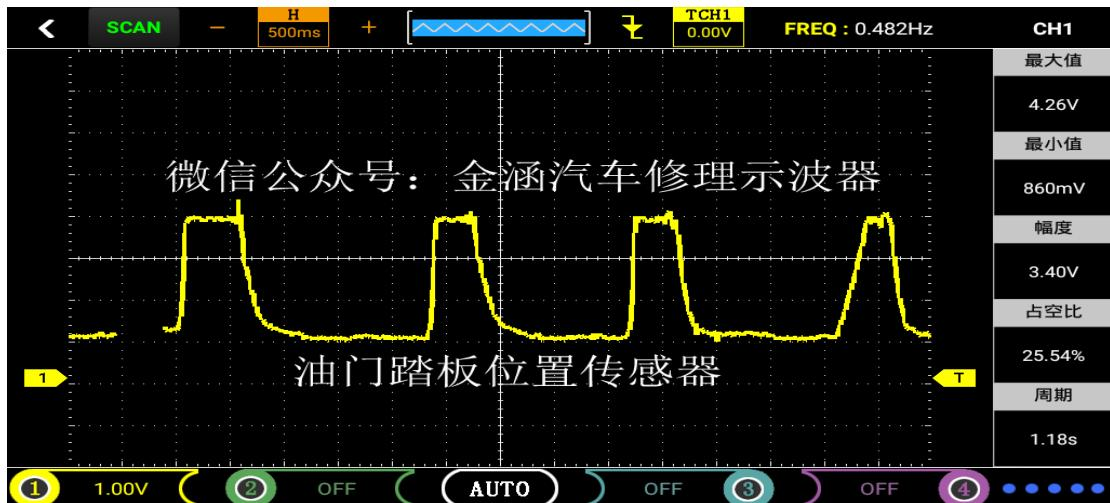

图18
- ①同曲轴位置传感器。
- ②进入主菜单界面后选择“传感器”，然后进入子菜单点击选中“爆震传感器”，进入示波器界面。（注：如示波器界面卡住，等待几秒即可进入）
- ③将探头接到示波器CH1且探头调置1X档，然后接地夹接到信号地或搭铁。
- ④由于示波器“爆震传感器”功能已默认好设置（探头档1X，时基档500us）只需将探头接到对应的信号然后用小木棍敲击缸体即可直观的显示波形。
- ⑤点击“CH1”，可以查看各项数值和配置（配置已默认）
- ⑥显示的波形可以自行通过调节时基、垂直伏/格和触发方式实现自己的需求（时基、垂直伏/格和其他的具体操作方法请参考通用示波器操作）
- ②进入主菜单界面后选择“传感器”，然后进入子菜单点击选中“油门踏板”，进入二级子菜单点击“滑动变阻式”、“霍尔式”或“电涡流式”即可进入示波器界面。（注：如示波器界面卡住，等待几秒即可进入）
- ③将探头接到示波器CH1且探头调置1X档，然后接地夹接到信号地或搭铁
④由于示波器“油门踏板”功能已默认好设置（探头档1X，时基档500ms）只需将探头接到对应的信号即可直观的显示波形，如图18（注：由于处于“SCAN”扫描模式需要耐心等待波形扫描出来）
⑤点击“CH1”，可以查看各项数值和配置（配置已默认）
⑥显示的波形可以自行通过调节时基、垂直伏/格和触发方式实现自己的需求（时基、垂直伏/格和其他的具体操作方法请参考通用示波器操作）